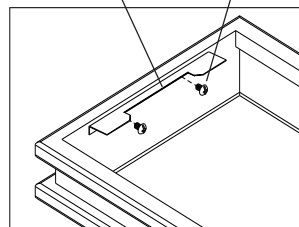
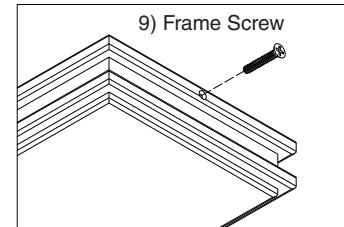

Fig 7
Fig 8
9. To install Frame Bracket (7), align two holes in bracket with two holes in Diffuser Frame (5). Secure with Frame Bracket Screws (8) provided. Do not over tighten screws, could damage frame. **See Fig. 7**
10. To install Diffuser Frame (5), angle end opposite the Bracket (7) downward, then insert bracket (7) between Fixture Housing (1) and ceiling. Pivot upward and secure with Frame Screw (9) provided. Do not over tighten screw, could damage frame. **See Fig 8**
9. Para instalar el soporte del marco (7), alinee dos agujeros en el soporte con dos agujeros en el marco del difusor (5). Asegúrelo con los tornillos del soporte del marco (8) proporcionados. No apriete demasiado los tornillos, podría dañar el marco. **Vea Fig 7**
10. Para instalar el marco del difusor (5), doble el extremo opuesto al soporte (7) hacia abajo, a continuación, inserte el soporte (7) entre la cubierta de instalación (1) y el techo. Gírelo hacia arriba y asegúrelo con el tornillo del marco (9) proporcionado. No apriete demasiado el tornillo, podría dañar el marco. **Vea Fig 8.**
9. Pour installer le support du cadre (7), aligner deux trous du support avec deux trous du cadre (5). Fixer au moyen des vis de support (8) fournies. Ne pas serrer trop fort, les vis pourraient endommager le cadre. **Voir fig 7.**
10. Pour installer le cadre diffuseur (5), incliner vers le bas le côté opposé au support (7), puis insérer le support (7) entre le boîtier du luminaire (1) et le plafond. Faire pivoter le cadre vers le haut et fixer au moyen de la vis de cadre (9) fournie. Ne pas serrer trop fort, la vis pourrait endommager le cadre.
**Voir fig 8.**